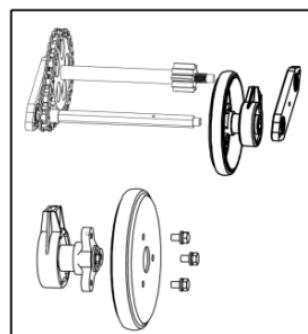

Рис. 41
5. Удалите три винта, которые скрепляют боковые пластины фрикционного колеса, замените только резиновое кольцо. Смотрите рисунок 41.